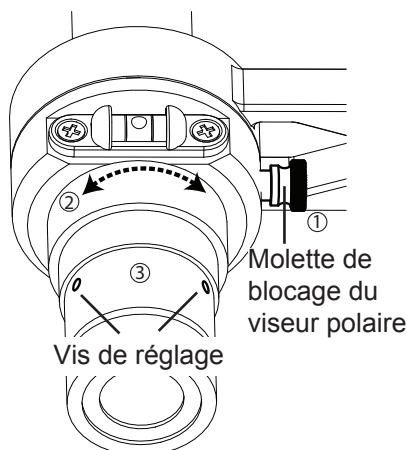

Fig. 3.4a
2. Dévissez la molette de blocage du viseur polaire (Fig. 3.4a).
3. Desserrez la molette de blocage du viseur polaire (Fig. 3.4a) et tournez le viseur polaire de façon à placer la ligne 0-6 gravée sur le réticule parallèle à la composante verticale de la cible
4. Resserrez la molette de blocage du viseur polaire (Fig. 3.4a).